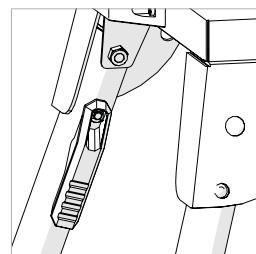
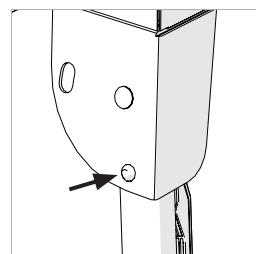

Fig. 1
Fig. 2
- Strângeți maneta de blocare/debloare (**Fig. 1**) spre picior pentru a elibera din poziția de depozitare.
- Repetați până când toate cele patru (4) picioare sunt desfăcute.
- Asigurați-vă că toate cele patru (4) picioare sunt blocate în poziția de funcționare. Știfurile de blocare ale balamalelor trebuie să fie complet prinse în fantele incorporate în suporturile de colț ale mesei. (**Fig. 2**).